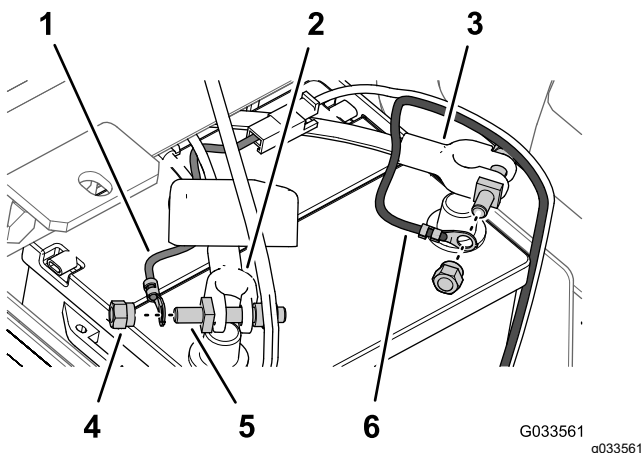

Figura 29
6. Alinhe o terminal de anel da ligação do fusível (cablagem do pulverizador) ao borne do parafuso terminal que montou no cabo positivo da bateria com uma porca de fixação (Figura 29).
7. Prenda o terminal de anel do cabo negativo (preto – cablagem do pulverizador) ao borne do parafuso terminal que montou no cabo negativo da bateria com uma porca de fixação (Figura 29).